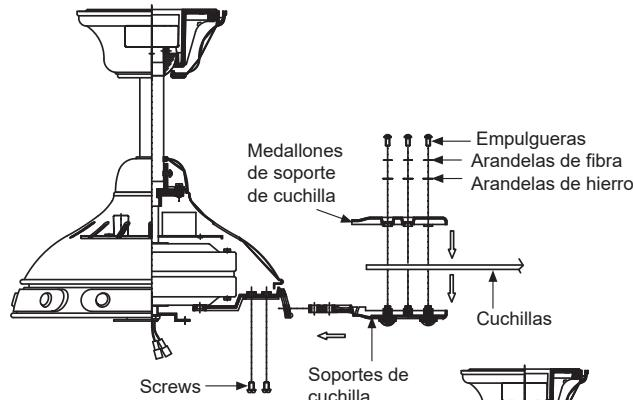

Fig. 17
**Paso 1.** Coloque una cuchilla entre un soporte de cuchilla y un medallón de soporte de cuchilla. Fije las tres piezas con los tornillos, arandelas de fibra y arandelas de hierro provistas. (**Fig. 17**)
**Paso 2.** Fije cada conjunto de cuchillas al motor usando dos tornillos de montaje para cada conjunto de cuchillas. (**Fig. 17**) **NOTA:** Asegúrese de que estos tornillos de montaje estén bien apretados.